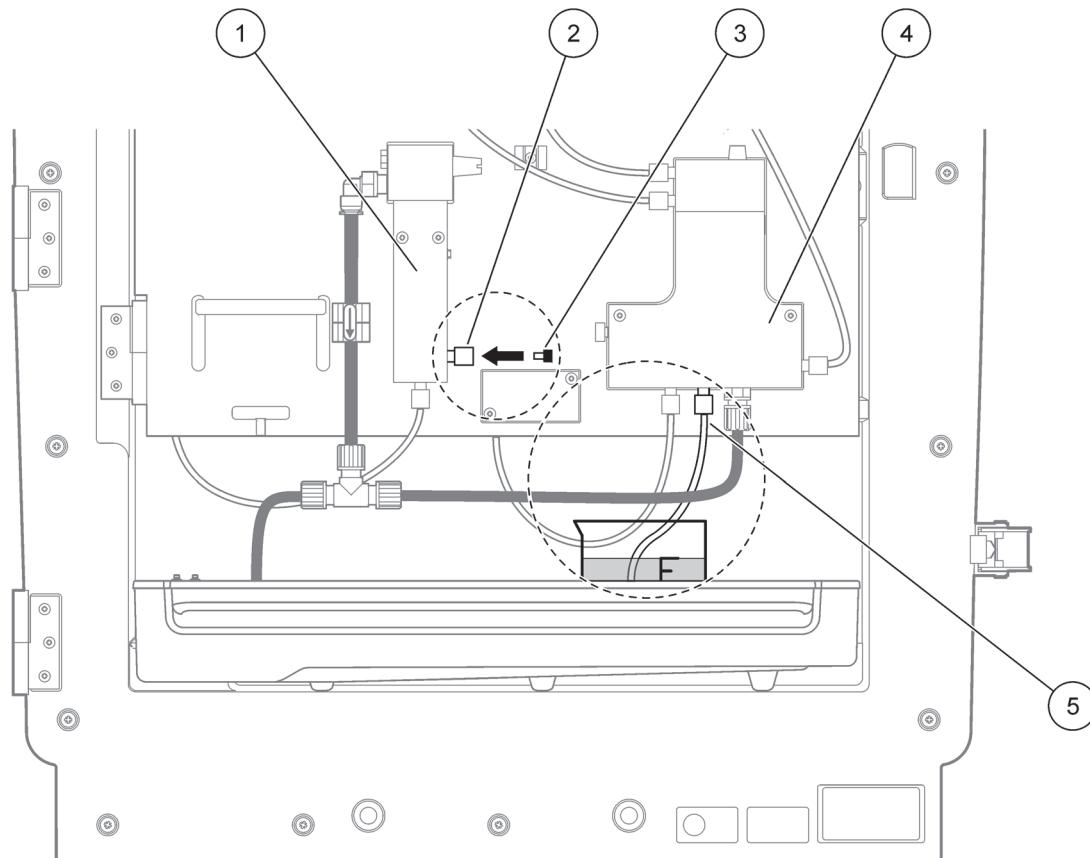

Abbildung 2 Umbau des PHOSPHAX sc
7. Wählen Sie Eingabe zum Ändern des Analysators (Abbildung 2 auf Seite 31):